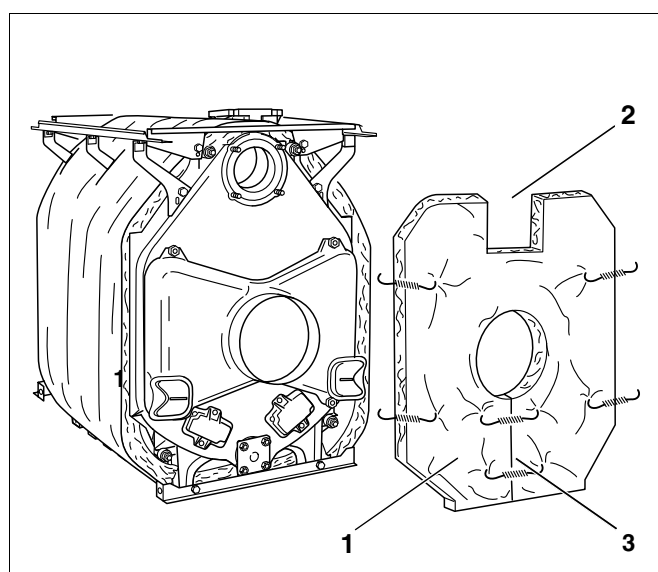

Fig. 45 Montage - matelas isolant de l'élément arrière
Faire glisser le matelas de l'élément arrière (fig. 45, **pos. 1**) sur la buse de fumées, la découpe pour le retour de la chaudière (fig. 45, **pos. 2**) étant orientée vers le haut.
- Obturer la fente située sous la buse des fumées à l'aide d'un ressort de tension (fig. 45, **pos. 3**).